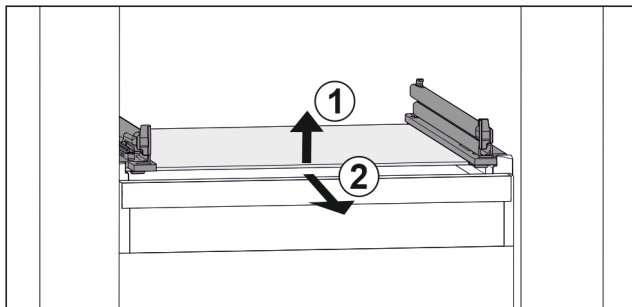

Fig. 27 Примерное отображение стеклянной пластины
- ▶ Приподнимите стеклянную пластину спереди. Fig. 27 (1)
- ▶ Извлеките стеклянную пластину движением вперед. Fig. 27 (2)